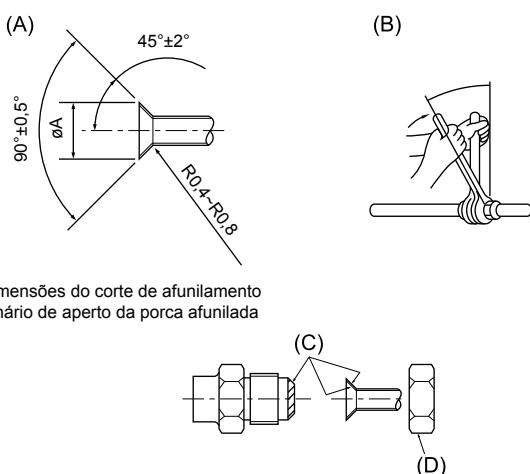

Fig. 4-1
### 4.2. Tubos de ligação (Fig. 4-1)
(A) (Fig. 4-1)
(B) (Fig. 4-1)